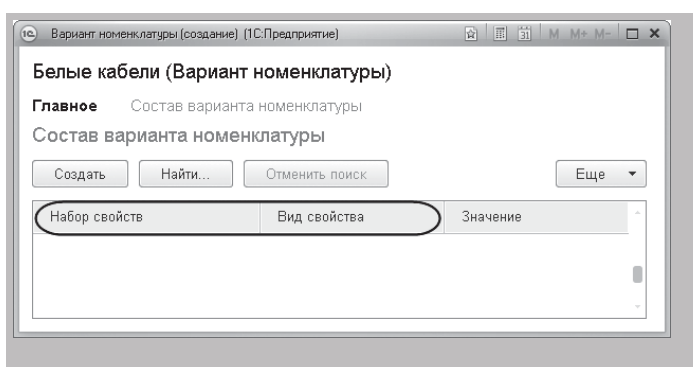

Рисунок 22.23 - Форма списка регистра «Состав варианта номенклатуры»
3.4 После этого откроется форма списка регистра **Значения свойств номенклатуры**, которая также генерируется по умолчанию (рисунок 22.23).